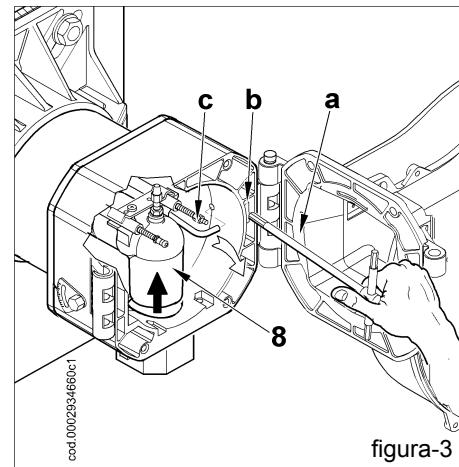

figura-3
Después de haber sacado los cables de encendido e ionización (3) de los terminales de los respectivos electrodos, desenroscar la tuerca (4) y poner el tornillo (5), empujándolo dentro del racor de ida del gas (8) de la figura 3 lo suficiente para que garantice el desmontaje sucesivo del grupo de mezcla.
Levantar ligeramente el racor de ida del gas (8) de la figura 3 y sacar el grupo de mezcla en la dirección indicada por la flecha (9) de la figura 4. Completar las operaciones de mantenimiento volviendo a montar la cabeza de combustión, siguiendo en sentido contrario los pasos descritos arriba, después de haber comprobado que los electrodos de encendido e ionización estén bien puestos (véase el esquema 0002935020).